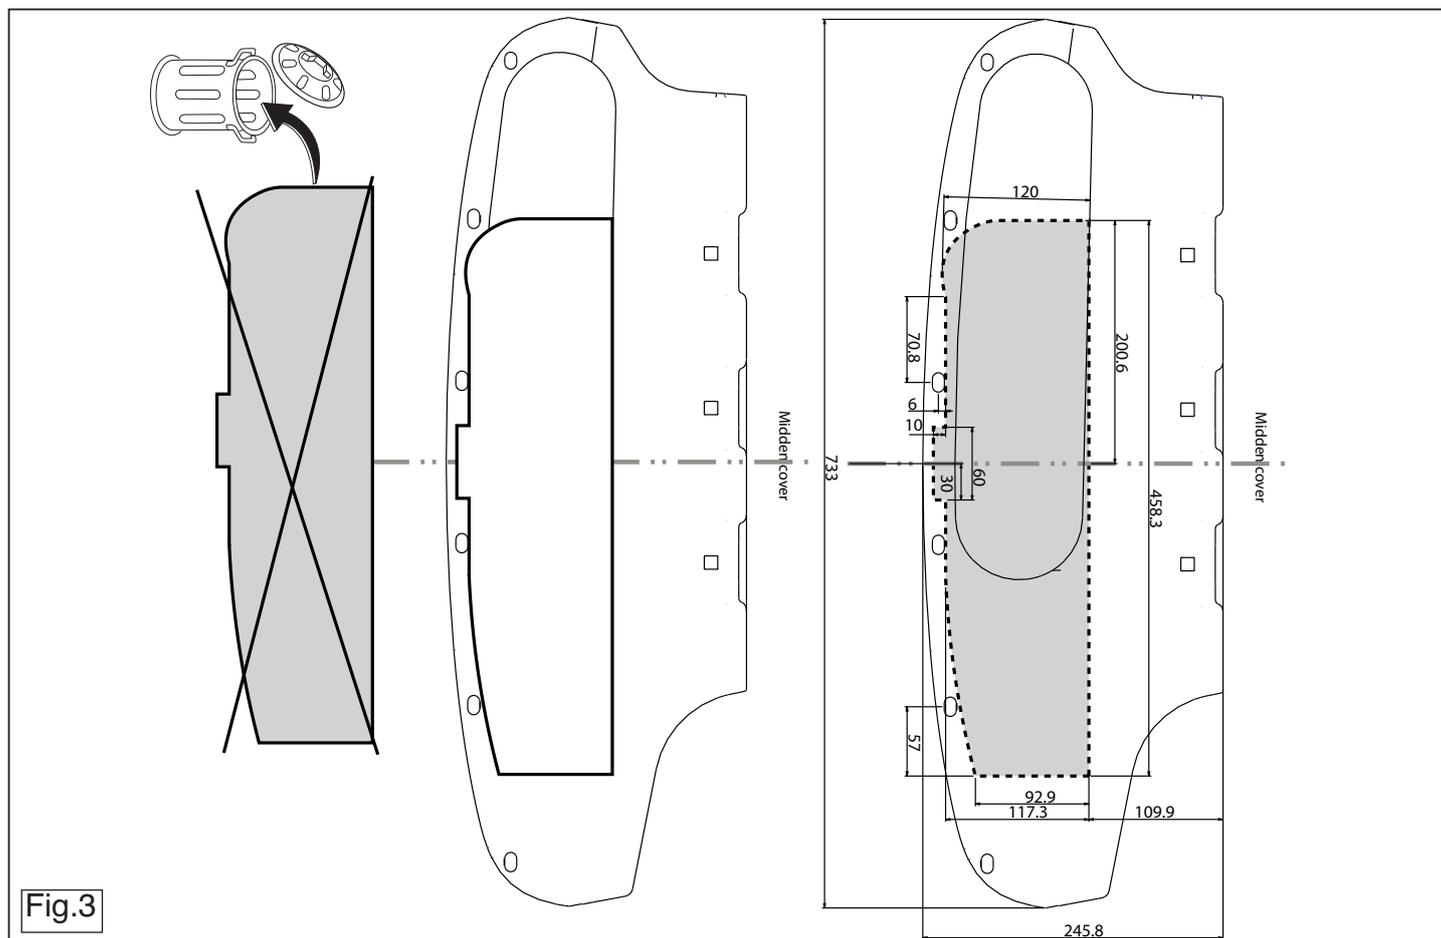

Fig.3
6. Scier une partie de la plaque de protection conformément à la figure 3.